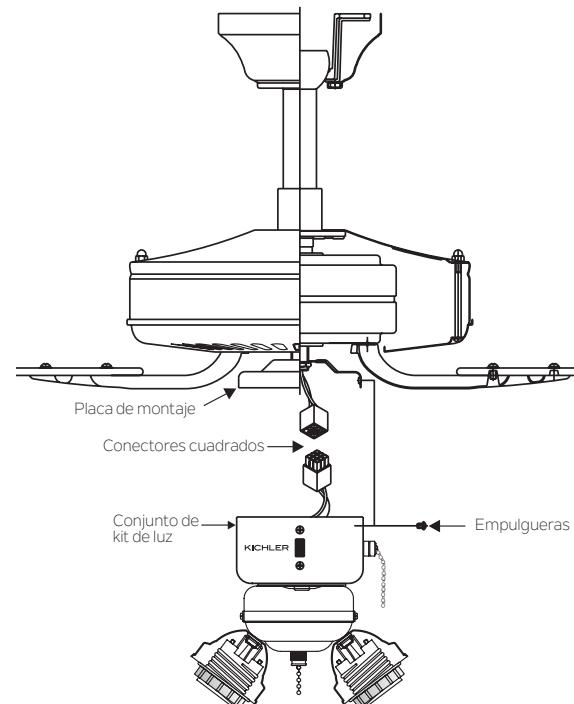

Figura 2
- Levante y sostenga el conjunto del kit de luz cerca de la placa de montaje del ventilador de techo. Empuje los conectores de cable cuadrado juntos. (Figura 2)
- Empuje con cuidado todos los cables dentro de la carcasa del interruptor, luego instale el conjunto del kit de luces en la placa de montaje con los 3 tornillos provistos. Asegúrese de apretar todos los tornillos. (Figura 2)